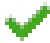

**Fig. 51**
Step 8. Dimension **diameter 4.7, Fig. 51**.